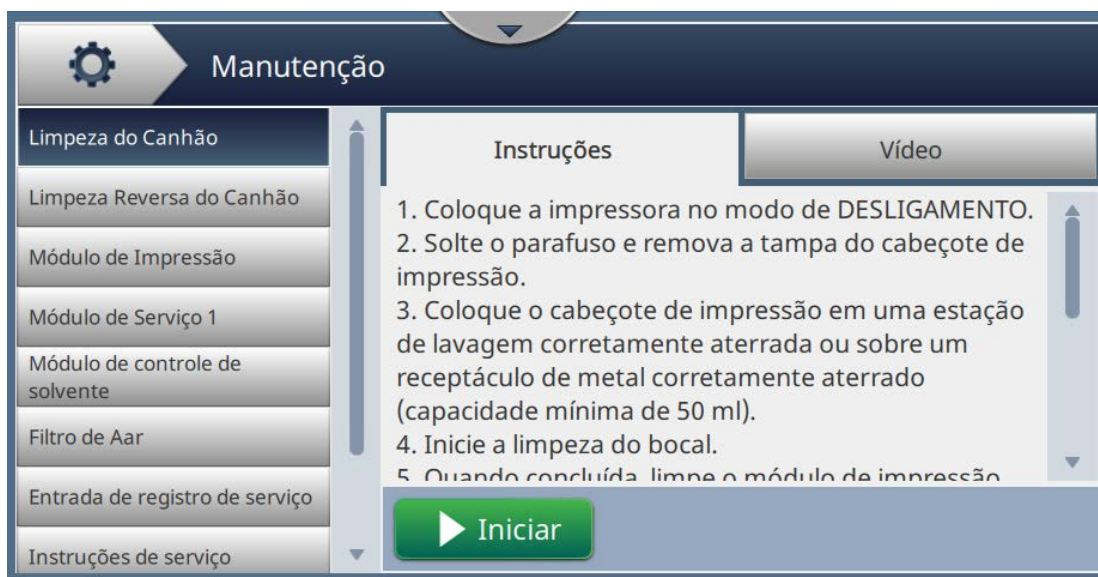

Figura 6-23: Manutenção
1. Toque o botão  na tela Ferramentas. A tela Manutenção é aberta, como mostra a Figura 6-23.